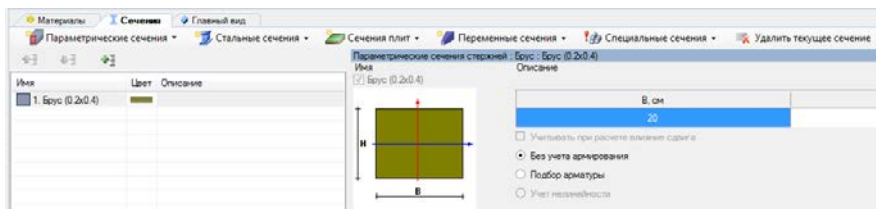

Рис. 52. Выбор сечения
12. Задание сечений. **Редакторы** ► **Редактор сечений/жесткостей** (кнопка  на панели инструментов) ► **Параметрические сечения** (рис. 52).